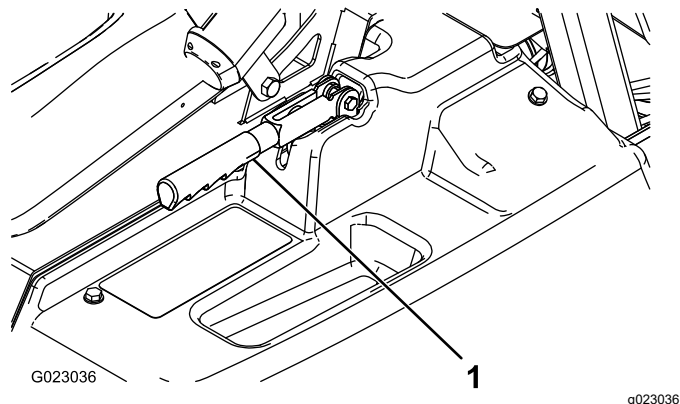

Figure 54
2. Desserrez la vis de fixation du pommeau sur le levier du frein de stationnement (Figure 54).